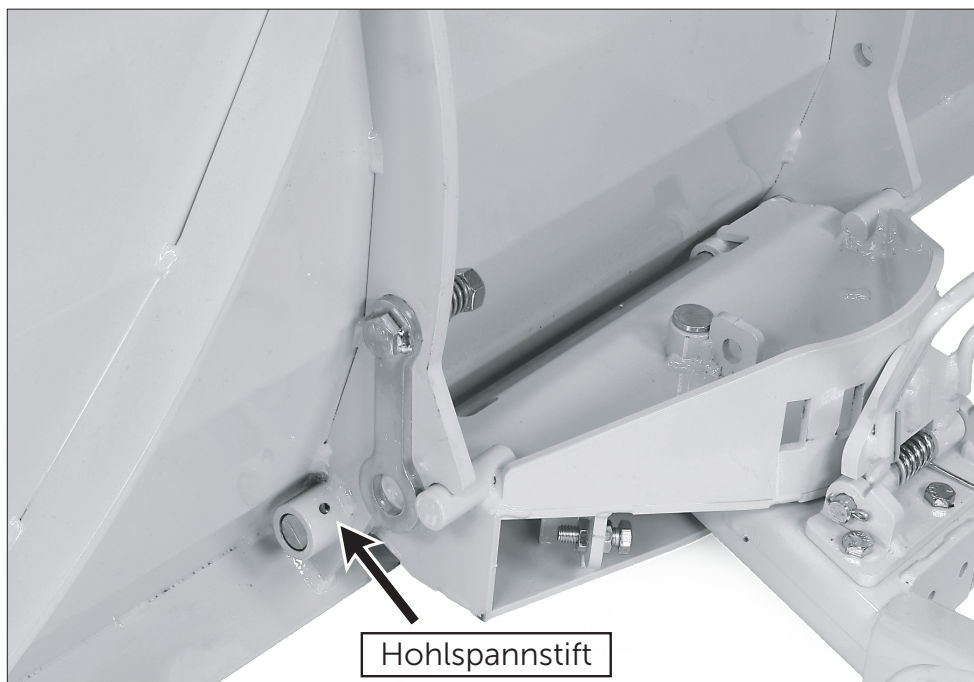

Abb. 1.1
4. Nachdem Sie sichergestellt haben, dass die Löcher des Hohlspannstiftes korrekt ausgerichtet sind, schlagen Sie den Hohlspannstift mit einem Hammer in Position (siehe Abbildung 1.1).